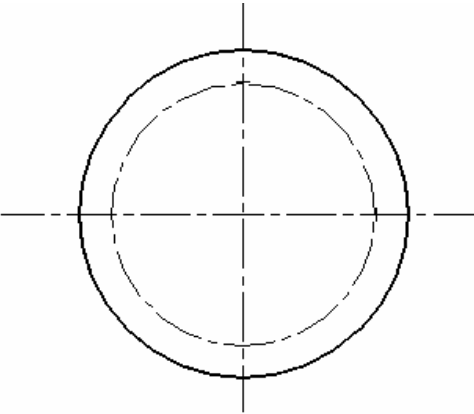

图 3-2-1
STEP 01 先用 LINE 和 CIRCLE 命令绘制图的辅助线和圆,如图 3-2-1 所示,其具体操作步骤如下: